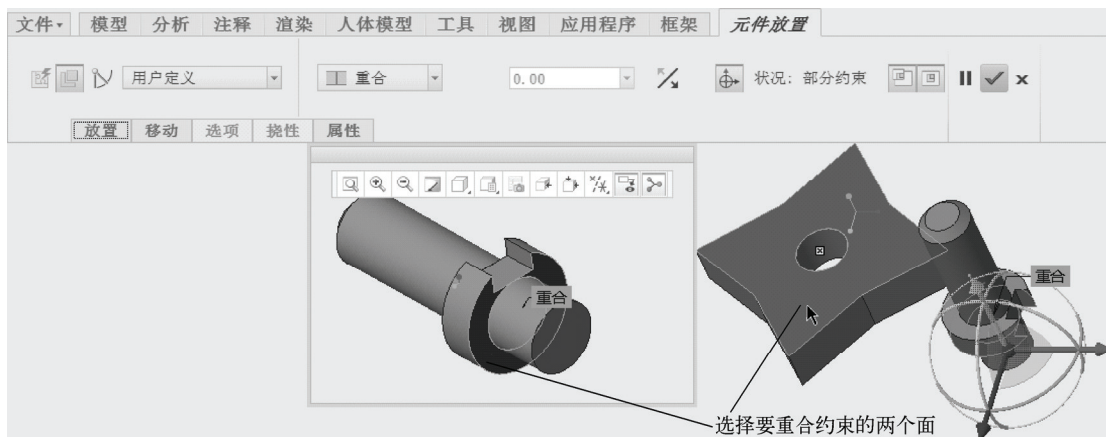

图 10-12 设置重合约束条件及其参考
4) 在“元件放置”选项卡的约束条件下拉列表框中选择“重合”选项，分别选择图 10-12 所示的两个平整实体面。